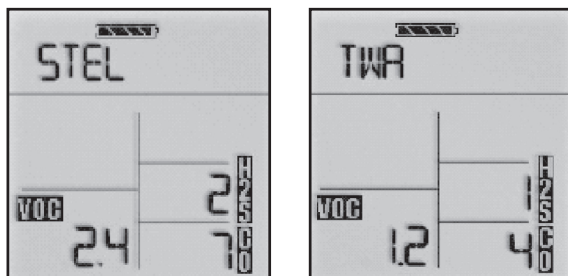

Figura 12:
4.2.3 Limiti di esposizione a breve termine (STEL, Short Term Exposure Limits) (Figura 12)
4.2.4 Media temporale ponderata (TWA, Time Weighted Average) (Figura 12)